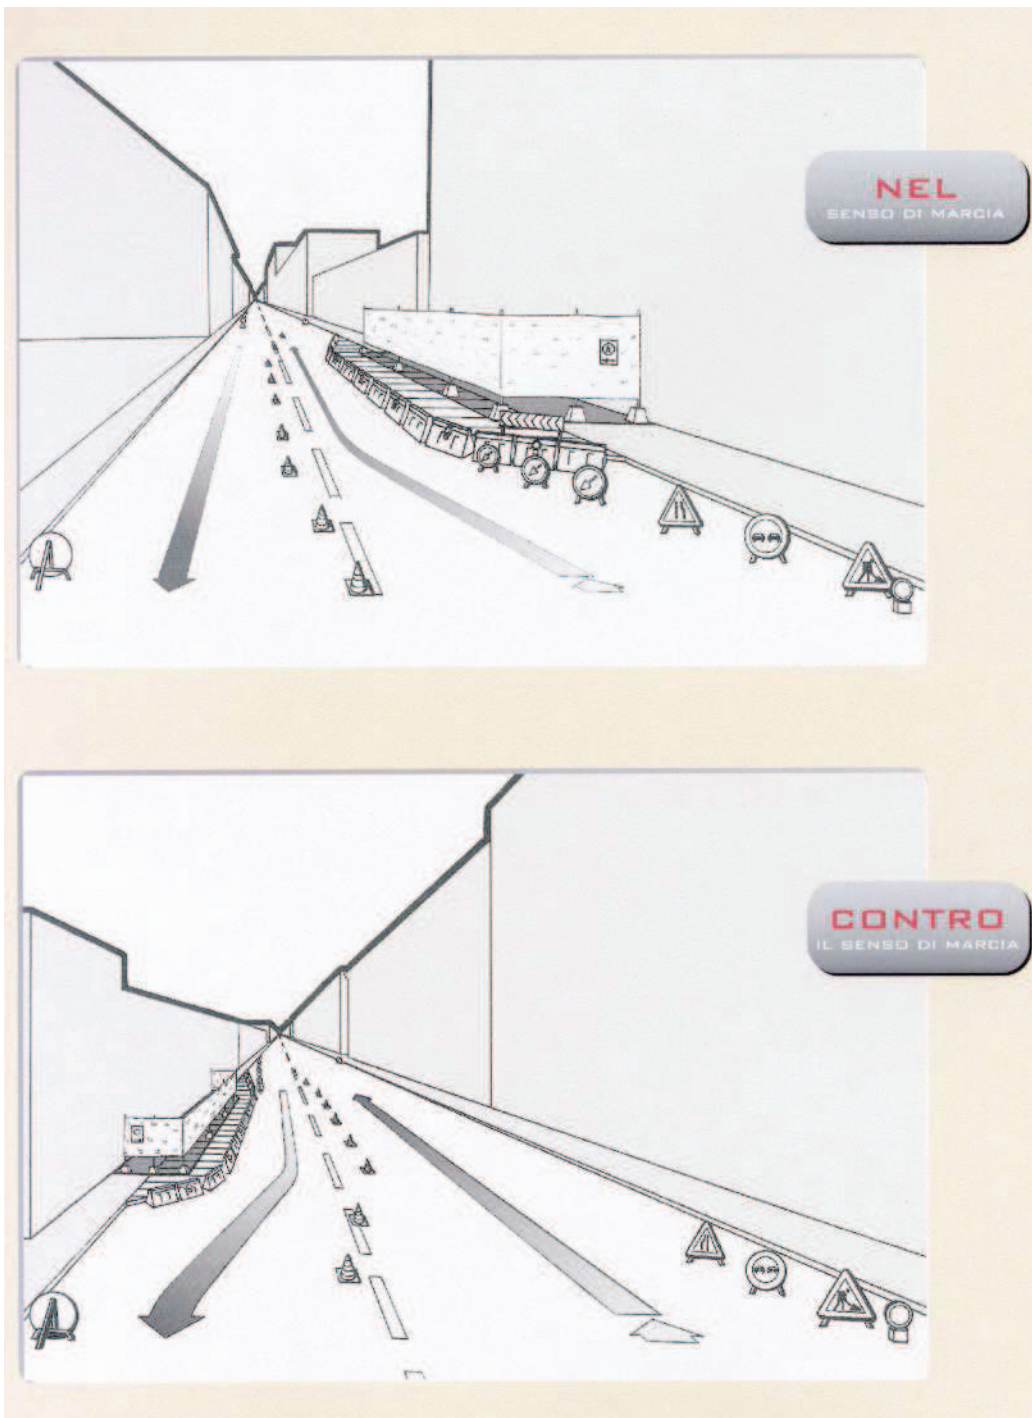

FIGURA 6A – CARREGGIATA LIBERA MAGGIORE DI 5,60 M E LARGHEZZA CORSIA LIBERA DAI LAVORI MAGGIORE DI 2,75 M CON PASSAGGI PROTETTI PER PEDONI. FIGURA DESCRITTIVA.
- FIGURA 6A CARREGGIATA LIBERA MAGGIORE DI 5,60 M E LARGHEZZA CORSIA LIBERA DAI LAVORI MAGGIORE DI 2,75 M CON PASSAGGI PROTETTI PER PEDONI. FIGURA DESCRITTIVA.